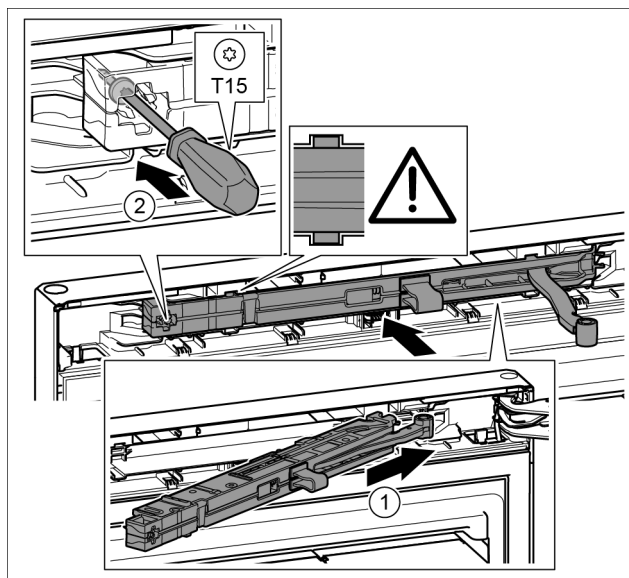

Fig. 47
- ▶ Sluitdempeereenheid aan de zijde van de lagerbus tot de aanslag schuin in de uitsparing schuiven. Fig. 47 (1)
- ▶ Schroef met een schroevendraaier T15 vastschroeven. Fig. 47 (2)